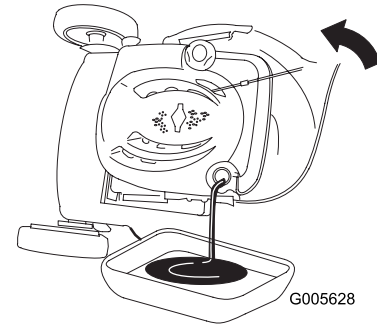

Bild 32
2. Kippen Sie den Rasenmäher seitlich (Luftfilter nach oben), um das Altöl über den Öleinfüllstutzen abzulassen (Bild 32).